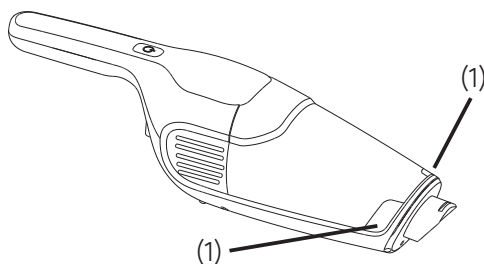

Fig. 6-1
1) Lossa tillbehöret från underenheten och tryck sedan samtidigt ned vänster och höger frigöringsknapp (2) på dammbehållaren (1) så att den lossnar från underenheten. (se Fig. 6-1)